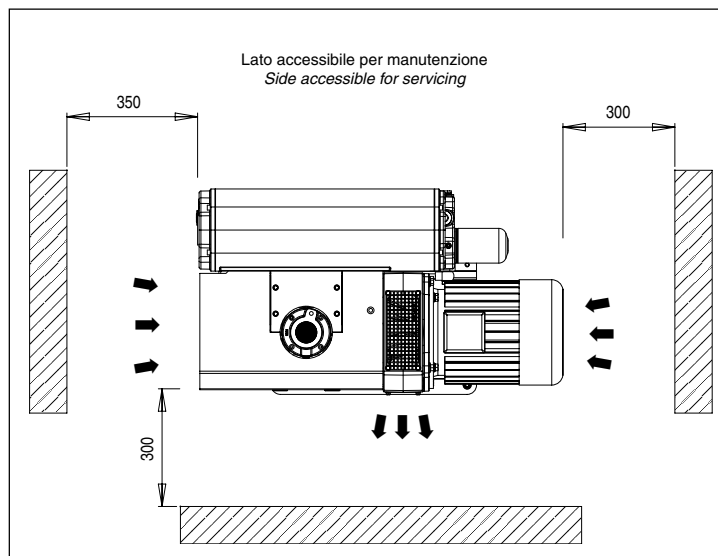

Fig.4
- Deve essere accessibile per una corretta e facile manutenzione rispettando le distanze minime da eventuali ingombri (*fig.4*).
- It must be accessible for correct and easy maintenance, by respecting the minimum distances from possible obstructions (see fig.4).